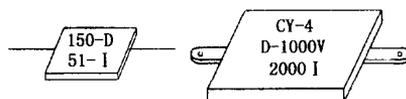

图 1-2-2
(1) 云母电容。该种电容的极板是多层金属箔平板式结构，金属箔间的介质为云母片，外形如图 1-2-2 所示。